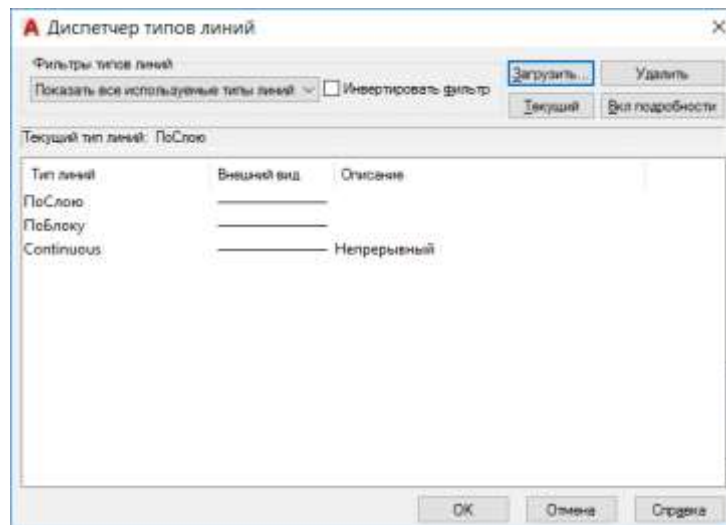

Рис. 1.3
2. В диалоговом окне «Диспетчер типов линий» (рис.1.3), нажмите кнопку «Загрузить».